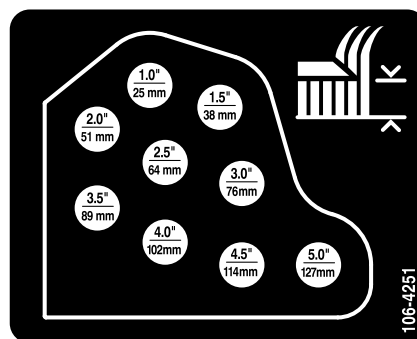

Figura 17
6. Montate le catene dell'altezza di taglio nel foro dell'altezza di taglio desiderata (Figura 17) usando il perno con testa e la coppiglia.